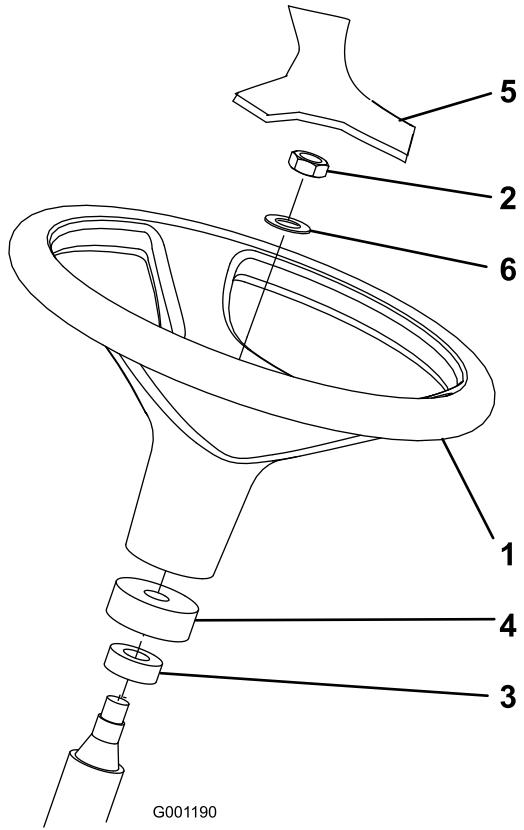

Figure 10
1. Déposez le volant du support d'expédition (Figure 10).
Remarque: Vérifiez que la bague en mousse reste bien sur l'arbre de direction (Figure 10).
3. Glissez le volant et la rondelle sur l'arbre de direction (Figure 10).
5. Posez le couvre-moyeu sur le volant (Figure 10)